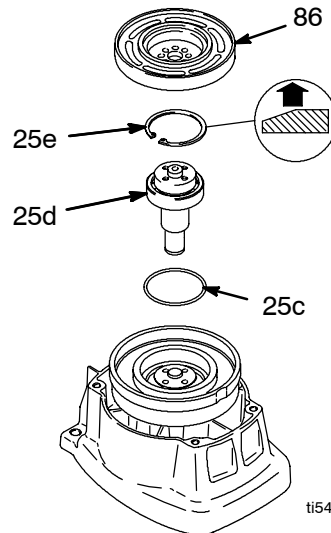

Fig. 6
7. Fig. 6. Saque el anillo de retención (25e).
6. Fig. 6. Revise la junta tórica (25c) y reemplácela si estuviera ausente o dañada.